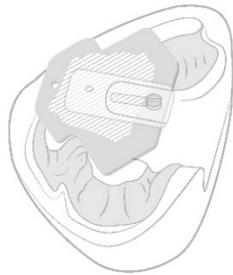

Abb. 3
12. Die Unterkiefer Registrierplatte wird grosszügig mit dem CANDULOR Marker bemalt. Die Schablonen werden nun eingesetzt und unter Anweisung des Zahnarztes zeichnet der Patient den Pfeilwinkel, indem er mit dem Unterkiefer Anterior, Posterior und lateral gerichtete Bewegungen ausführt (Abb. 3).